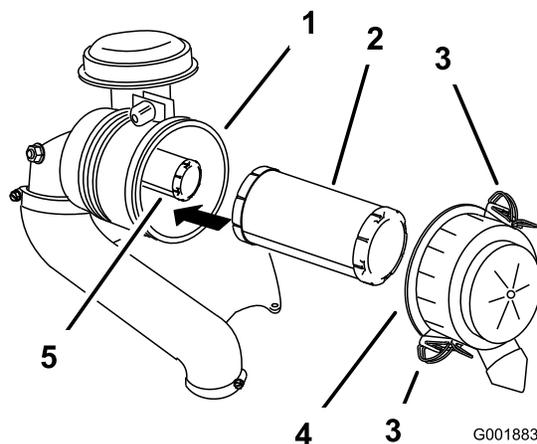

Рисунок 41
3. Освободите защелки воздухоочистителя и отделите крышку от корпуса воздухоочистителя (Рисунок 41).
5. Осторожно извлеките фильтр грубой очистки из корпуса воздухоочистителя (Рисунок 41).
2. При замене внутреннего фильтра осторожно вставьте его в корпус фильтра (Рисунок 41).
3. Осторожно вставьте фильтр грубой очистки поверх контрольного фильтра (Рисунок 41).
4. Установите крышку воздухоочистителя и закрепите ее защелками (Рисунок 41).